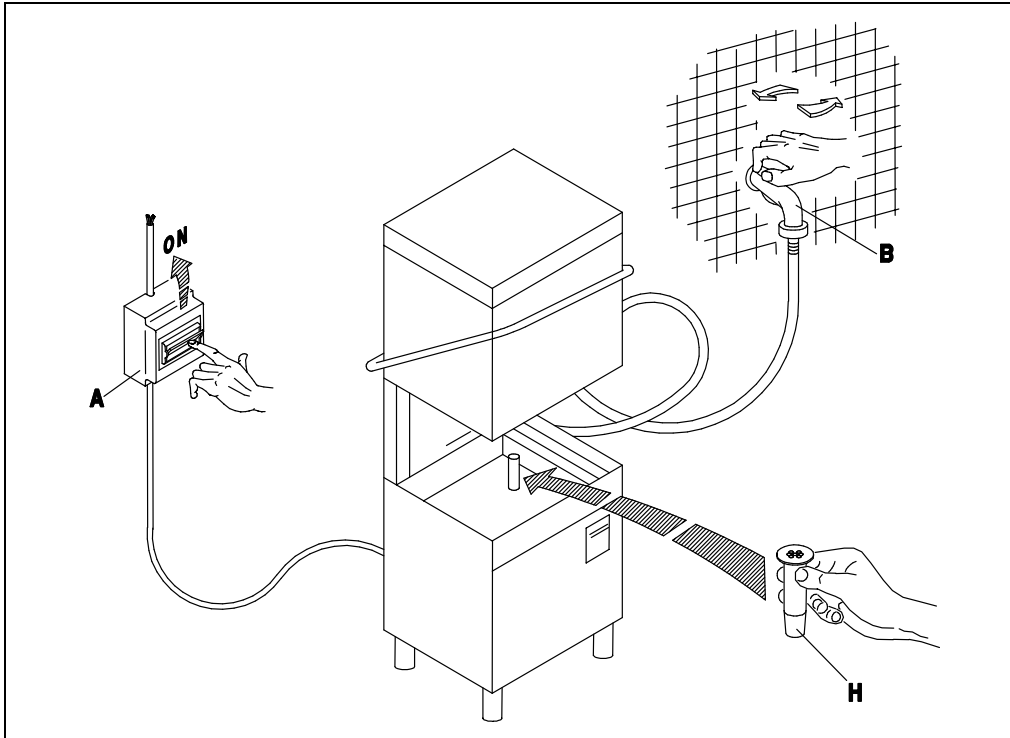

Fig. 3-1
- Aprire il rubinetto dell'acqua (B), inserire l'interruttore generale (A). Attivare l'interruttore principale dell'apparecchio (1), ne conseguirà l'accensione della spia (A) evidenziando che la macchina è sottoposta a tensione. A porta chiusa l'apparecchio si riempie d'acqua e alla fine del carico, si inseriscono automaticamente le resistenze della vasca e del boiler. Il funzionamento delle resistenze è reso visibile dall'accensione delle spie (D) ed (E). Quando entrambe le spie si spengono l'acqua avrà raggiunto le temperature impostate e l'apparecchio sarà pronto per iniziare il lavaggio. (fig. 3-1÷3-2)
- Turn on the water tap (B) and switch on the master switch (A). Turn the appliance ON switch (1), which will cause the warning light (A) to illuminate, indicating that the machine is live. When the door is closed the appliance fills with water. When it is full, the tub and boiler heating elements come on automatically. When the elements are activated, the warning lights (D) and (E) are illuminated. When both warning lights go out the water has reached the set temperature and the appliance is ready to begin the washing cycle. (fig. 3-1÷3-2)
- Öffnen Sie den Wasserhahn (B) und betätigen Sie den Hauptschalter (A). Beim Betätigen des Schalters (1) am Gläserspüler wird die Anzeige (A) aufleuchten, an der Sie erkennen können, daß die Maschine unter Spannung steht. Bei geschlossener Tür läuft Wasser in die Maschine; ist die nötige Wassermenge einmal erreicht, so schalten die Widerstände des Spülbehälter und des Boilers automatisch ein. Der Betrieb der Widerstände wird durch das Aufleuchten der Anzeigen (D) und (E) erkennbar. Beide Leuchtanzeigen erlöschen, wenn das Wasser eine vorbestimmte Temperatur erreicht hat, d. h. wenn der Gläserspüler betriebsbereit ist. (fig. 3-1÷3-2)
- Ouvrir le robinet (B) et insérer l'interrupteur général (A). Ouvrir l'interrupteur principal de l'appareil (1), le voyant (A) s'allumera ce qui signifie que la machine est branchée. L'appareil se remplit d'eau avec porte fermée et à la fin du chargement les éléments chauffants de la cuve et du boiler entrent automatiquement en action. Les voyants (D) et (E) s'allument quand les éléments chauffants fonctionnent. Les deux voyants s'éteignent dès que l'eau a atteint la température programmée et l'appareil est prêt pour commencer le lavage. (fig. 3-1÷3-2)
- Abrir el grifo del agua (B), conectar el interruptor general (A). Activar el interruptor principal del aparato (1); el encendido de la luz testigo (A) indica que la máquina está en tensión. Con puerta cerrada el aparato se llena de agua y cuando la carga esté terminada se conectarán automáticamente las resistencias del tanque y de la caldera. El funcionamiento de las resistencias es señalado por el encendido de las luces indicadores (D) y (E). Cuando ambas luces se apaguen, el agua habrá alcanzado la temperatura programada y el aparato estará listo para empezar el lavado. (fig. 3-1÷3-2)
- Abrir a torneira de água (B), acionar o interruptor geral (A). Acionar o interruptor principal do aparelho (1), a luz (A) se acende evidenciando que a máquina esta sob tensão. Uma vez fechada a porta se enche de água e no final, as resistencias do cuba e do boiler começam a funcionar automaticamente. As luzes (D) e (E) indicam o funcionamento das duas resistencias. Quando ambas se apagarem é porque a temperatura alcançou seu nível desejado e a máquina estará pronta para iniciar a lavagem. (fig. 3-1÷3-2)
- Draai de waterkraan (B) open en schakel de hoofdschakelaar (A) in. Schakel de hoofdschakelaar van het apparaat (1) in waarna het lampje (A) gaat branden waaruit blijkt dat de machine onder stroom staat. Als de deur dichtgedaan wordt, loopt het apparaat vol met water en na afloop van het vollopen worden de verwarmingselementen van de kuip en van de boiler automatisch ingeschakeld. De werking van de verwarmingselementen blijkt uit het feit dat de lampjes (D) en (E) gaan branden. Als allebei de lampjes uitgaan dan heeft het water de ingestelde temperatuur bereikt en is het apparaat klaar om met het afwasprogramma te beginnen. (Afb. 3-1 - 3-2)
- A riempimento avvenuto, aprire la porta (I) e introdurre il detersivo (ca. 2 gr. per litro di capacità della vasca). Inserire il cesto (L) carico e chiudere la porta (I). Selezionare il ciclo di lavaggio inserendo il pulsante (4) (ciclo breve tasto premuto ÷ ciclo lungo tasto rilasciato). A questo punto premere il pulsante START (3) (almeno per 2 secondi) e avrà inizio il ciclo di lavoro visualizzato dalla lampada spia (C): la fine del ciclo coincide con lo spegnimento di questa spia. Per spegnere la macchina si dovrà disinserire l'interruttore (1) portandolo nella posizione (0) spia (A) spenta. (Fig.3-1÷3-3).
- Lorsque le remplissage est terminé, ouvrir la porte (I) et verser le détersif (environ 2 g pour chaque litre remplissant la cuve). Introduire le panier (L) plein et fermer la porte (I). Sélectionner ensuite le cycle de lavage en actionnant le bouton-poussoir (4) (cycle court touche enfoncée ÷ cycle long touche relâchée). A ce stade, presser le bouton-poussoir START (3) (au moins 2 secondes) et le cycle de fonctionnement commencera, visualisé par la lampe-témoin (C). La fin du cycle coïncide avec l'extinction de ce voyant. Pour arrêter la machine, il faudra débrancher l'interrupteur (1) en le ramenant sur la position (0): lampe-témoin (A). (Fig.3-1÷3-3).
- Después del llenado, abra la puerta (I) y vierta el detergente (2 gramos aproximadamente por litro de capacidad de la cuba). Introduzca el cesto (L) carga y cierre la puerta (I). Seleccione el ciclo de lavado por medio del selector (4) (ciclo breve tecla pulsada ÷ ciclo largo tecla soltada). Pulse ahora START (3) (almenos durante 2 segundos) para arrancar el ciclo de trabajo: se enciende la luz testigo (C), que se apagará al final del ciclo. Para apagar la máquina desconecte el interruptor (1) posición 0, luz testigo (A) apagada. (Fig.3-1÷3-3).
- Doe na het vollopen de deur open (I) en doe er afwasmiddel in (ongeveer 2 g per liter inhoudscapaciteit van de kuip). Doe de beladen korf (L) erin en doe de deur (I) dicht. Stel het afwasprogramma in door op de knop (4) te drukken (kort programma toets ingedrukt – lang programma toets losgelaten). Druk nu op de START knop (3) waarna (minstens 2 seconden) het afwasprogramma zal beginnen dat aangegeven wordt door het controlelampje (C): het einde van het programma valt samen met het uitgaan van dit lampje. Om de machine uit te schakelen moet u de schakelaar (1) uitschakelen door hem op de stand (0) te zetten, lampje (A) uit (Afb. 3-1 ÷ 3-3).